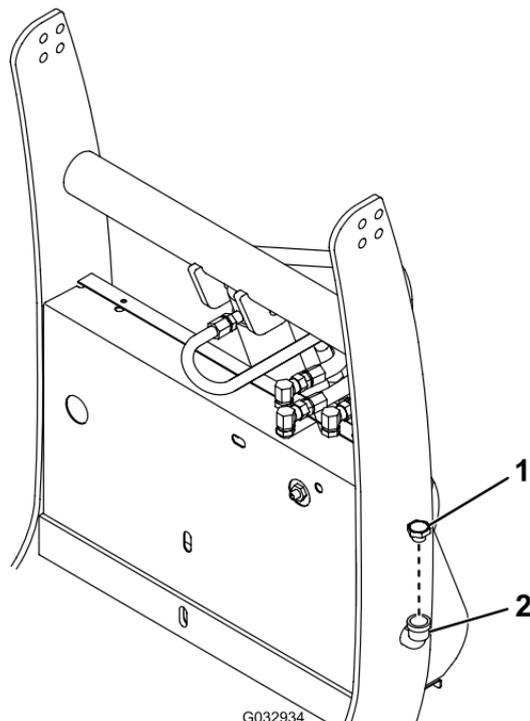

Figure 22
2. Nettoyez la surface autour du bouchon de remplissage (Figure 22).
3. Retirez le bouchon de remplissage du réservoir hydraulique (Figure 22).